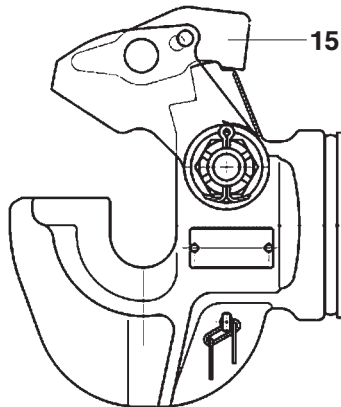

Abb. 6
- Sperrhebel (13) an seinen beiden Nasengriffen (13.1) aus seiner Sperrstellung hochziehen und gemeinsam mit Verschlussbügel (14) soweit nach hinten bewegt (Pfeil) bis der Sperrhebel (13) hinter der Sperrkante des Zughakens (15) eingeklinkt werden kann (Abb.6)